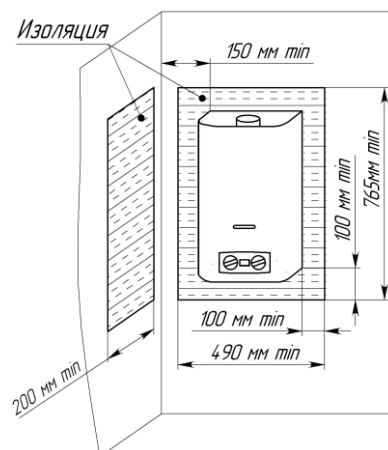

Рис. 4. Установка аппарата на трудносгораемых стенах
7.1.6. Допускается установка аппарата на трудносгораемых стенах при условии изоляции стены оцинкованным листом толщиной  $0,8\text{...}1\text{ мм}$  по листу базальтового теплоизоляционного картона БТК толщиной  $3\text{...}5\text{ мм}$ . Изоляция стены должна выступать за габариты корпуса аппарата не менее чем на  $100\text{ мм}$  с каждой стороны (рис. 4).